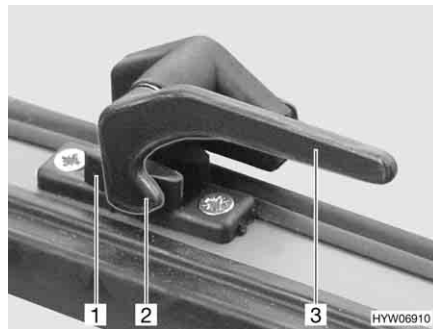

Bild 49 Låsarm i läget "stängd"
- Sväng låsarmen (Bild 49,3) ett kvarts varv mot fönstrets mitt.
- Sväng låsarmen (Bild 49,3) ett kvarts varv mot fönsterkarmen. Låsspaken (Bild 49,2) är placerad på insidan av fönsterlåset (Bild 49,1).
- I läget "helt stängt" (Bild 49).